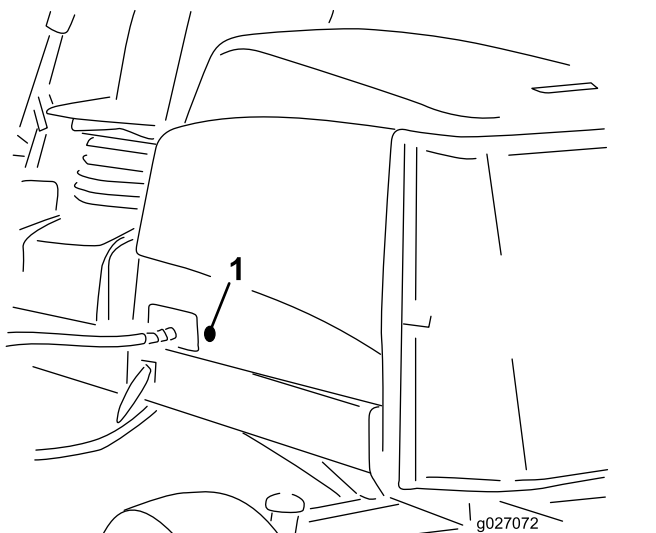

Bild 33
2. Nehmen Sie die Gummidichtung aus dem Loch links an der Motorhaube heraus (Bild 33).